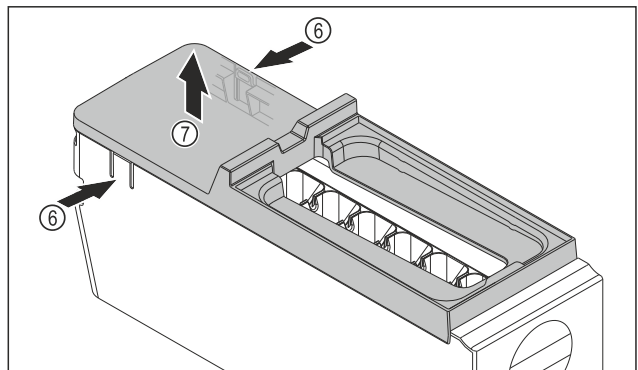

Fig. 243
- Scoateți apărătoarea corpului EasyTwist-Ice: Apăsați eclisele Fig. 243 (6) de pe ambele părți ale corpului EasyTwist-Ice cu o mână.
- Scoateți apărătoarea Fig. 243 (7) cu cealaltă mână în sus.